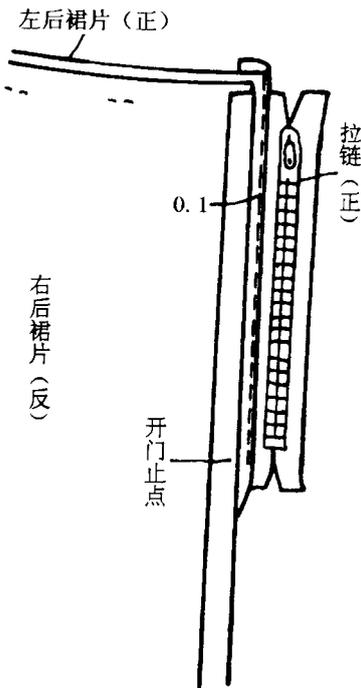

图2-7
7. 缉拉链。将拉链正面向上放在裙片下面, 将左后裙片吐出的 0.3cm 缝份与拉链左半部车缝固定, 车缝线距缝份折边 0.1cm。见图 2-7。